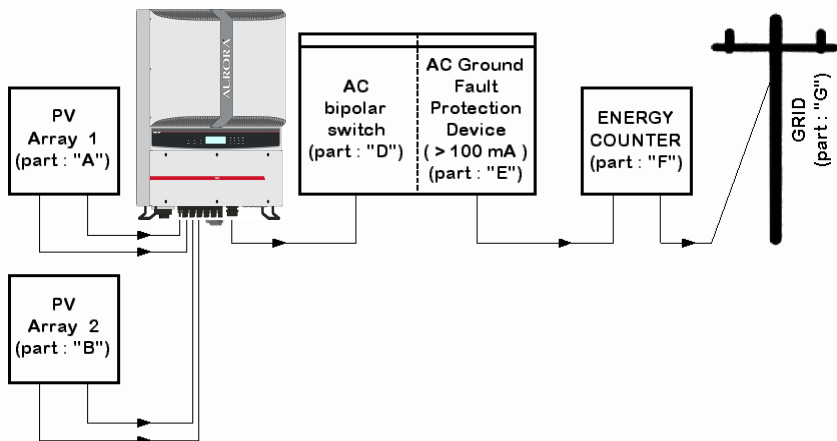

Fig. 8 - Diagramme de connexion
ÉTAPE 1 Si l'onduleur est connecté à la grille électrique, DÉCONNECTEZ-LE en ouvrant l'interrupteur indiqué comme partie « D » dans la Fig. 8.
Étape 1 : Déconnectez l'onduleur de la grille CA en éteignant l'interrupteur CA, « partie D » de la Fig. 8. Déconnectez également la partie CC à l'aide de l'interrupteur CC (intégré au modèles -S ou externe).